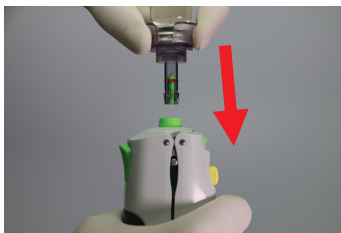

图 9
- a) 将液筒和药瓶组装插入到已上膛注射器的内核外罩中，直到“咔哒”一声卡入到位，如图 9 所示。